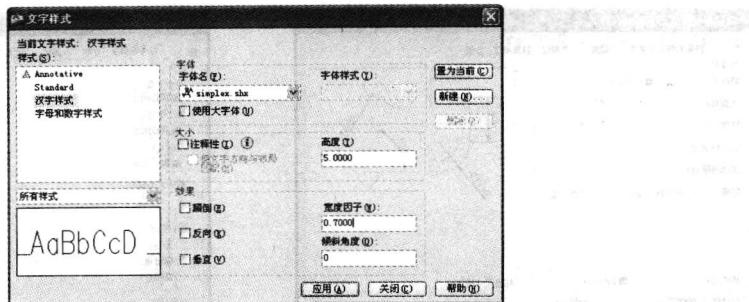

图 1-15 创建“汉字样式”
- 在“字体名”下拉列表中选中“仿宋体_GB2312”，保留“高度”文本框的设置 5.000 和“宽度因子”文本框的设置 0.7000 不变，在“倾斜角度”文本框中输入 0，如图 1-15 所示。